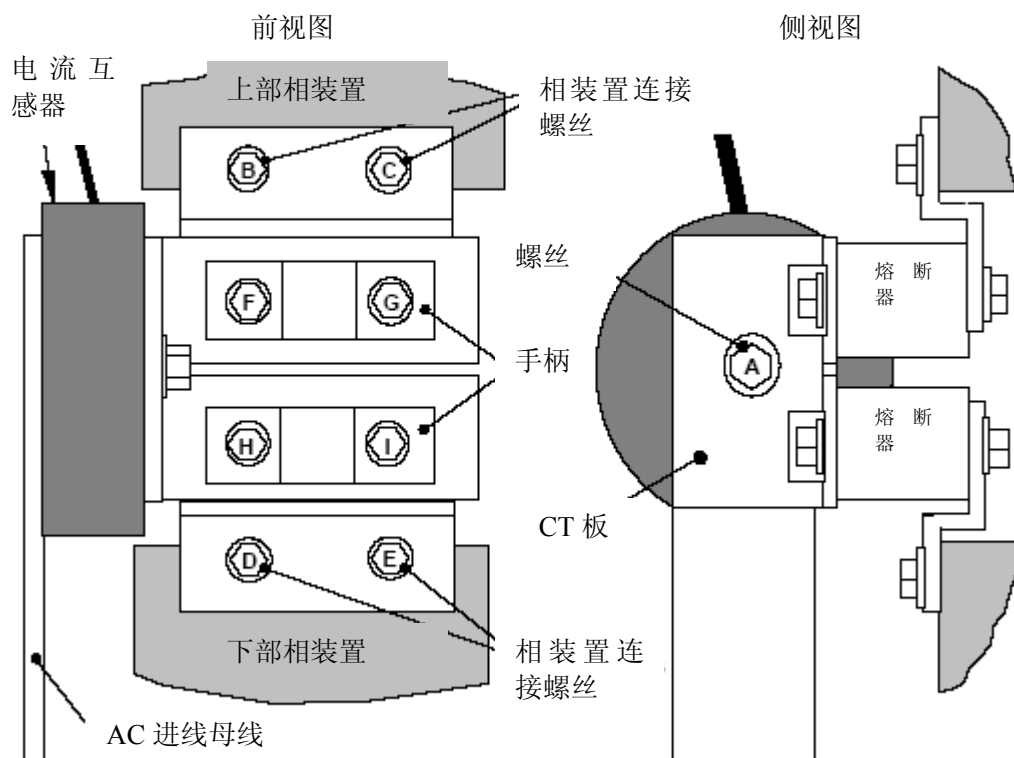
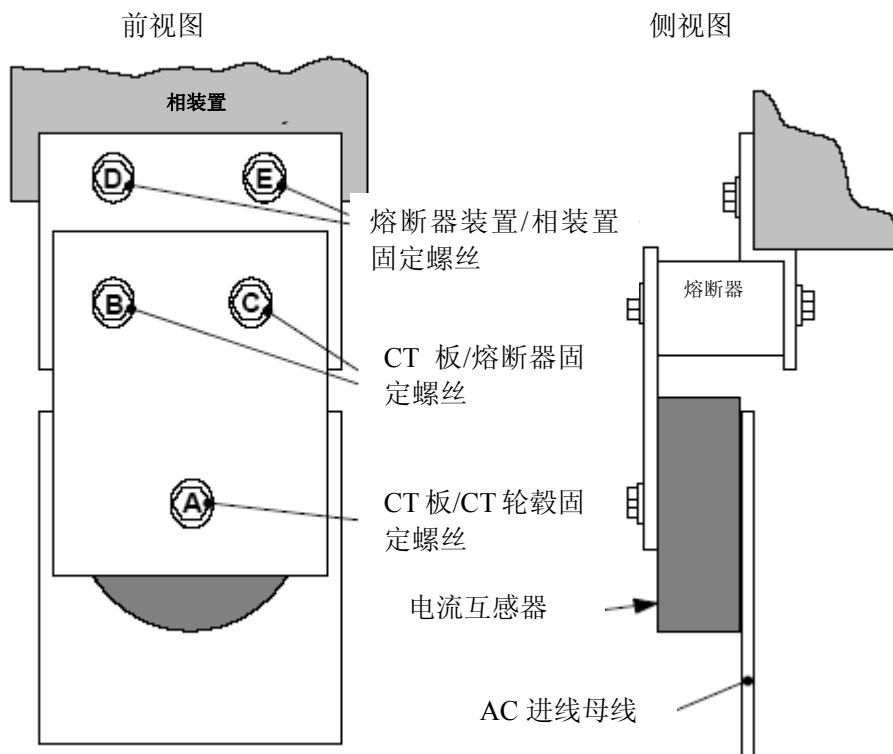

图 8-1 590+(H 型)熔断器更换图示
图 8-2 591+熔断器更换图示
1. 参见图 8-1 (590+) 或图 8-2, 卸下 M12 螺母 (A)。松开四个螺母 (BCDE), 从而卸下 CT 板和熔断器装置。